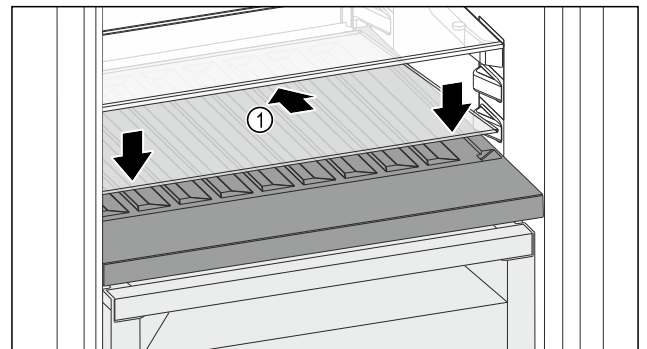

Fig. 164
- ▶ Glasplatte Fig. 164 (1) schräg und nach hinten unten geneigt ansetzen.
- ▶ Glasplatte Fig. 164 (1) vorne absenken.